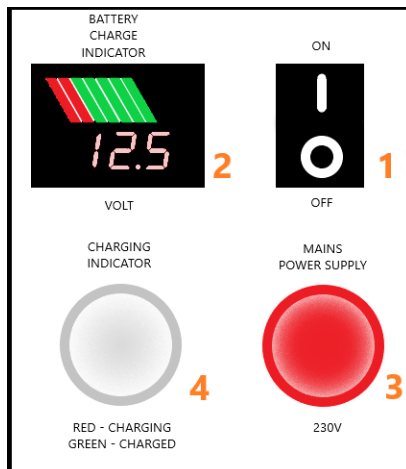

Abb. 5 Stromversorgungssystem - Akku-Modus.
1. Schalten Sie die Stromversorgung mit dem Taster **ON/OFF** am Gehäuse ein (**Abb. 5 Pos. 1**);
3. **Abb. 5 Pos. 3** - die Netzstrom-Leuchte leuchtet nicht;
4. **Abb. 5 Pos. 4** - die Akku-Ladekontrollleuchte leuchtet nicht;
5. **Abb. 5 Pos. 2** - auf dem Spannungsmesser wird der Akku-Ladezustand angezeigt.
Sollte der Akku-Ladezustand während der Betäubung im Akkumodus unter die grüne Farbe (**Abb. 5 Pos. 2**) fallen, bedeutet dies, dass der Akku zu mehr als 50 % entladen ist. Die Betäubung ist dann zu unterbrechen und das Gerät an das Stromnetz anzuschließen, um den Akku aufzuladen. Während der Betäubung sinkt die Akkuspannungswert ab.